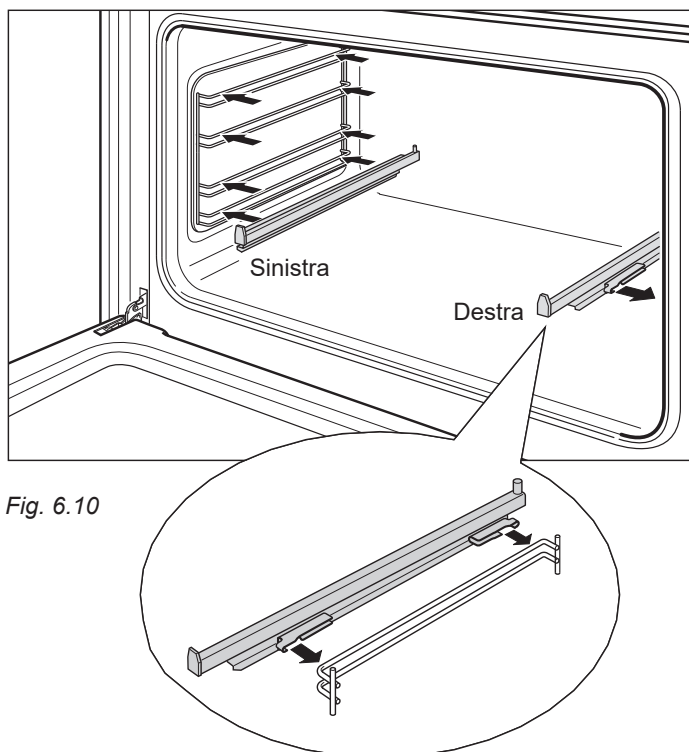

Fig. 6.10
- Posizionare correttamente le slitte scorrevoli sul rebbio superiore dei telai laterali e premere (fig. 6.10); si avverterà lo scatto di aggancio delle clips al rebbio.